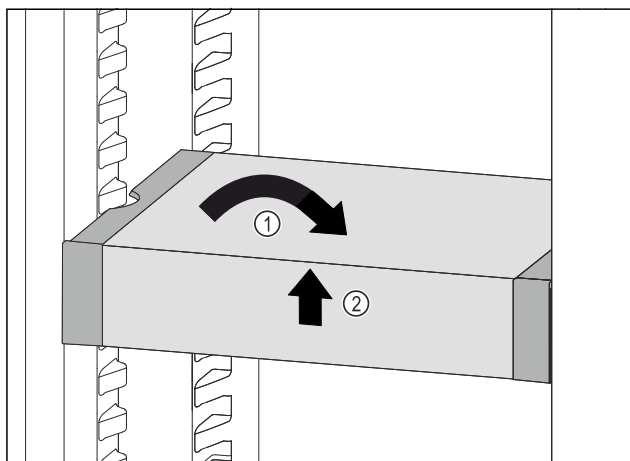

Fig. 142
- ▶ 将 VarioSafe 放平。Fig. 142 (1)
- ▶ 抬起 VarioSafe 前部。Fig. 142 (2)